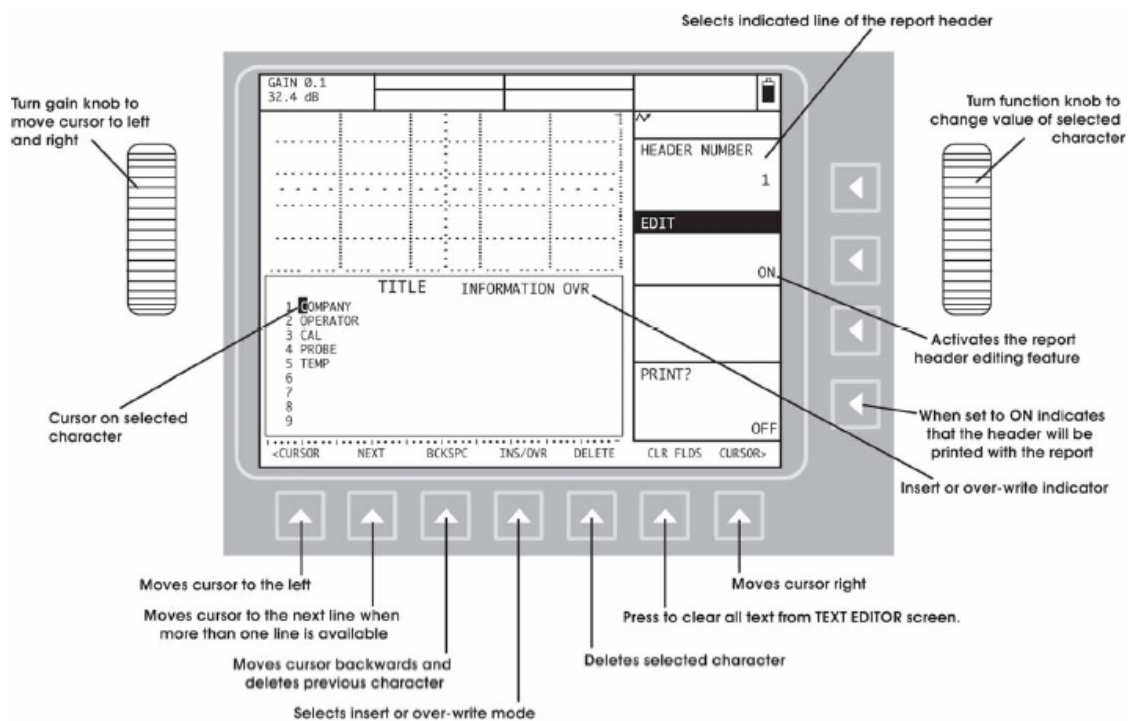

Figura 5-5 La pantalla “Text Entry” permite al usuario crear o editar encabezados de reportes, notas, nombres de archivos y otras características alfanuméricas.
Paso 3 – El usuario podrá notar que el fondo de la pantalla contiene un encabezado de reporte “nine entry”. Un encabezado de reporte puede ser creado usando la característica “Text Entry” del USN 60 (ver descripción en la Figura 5-5).